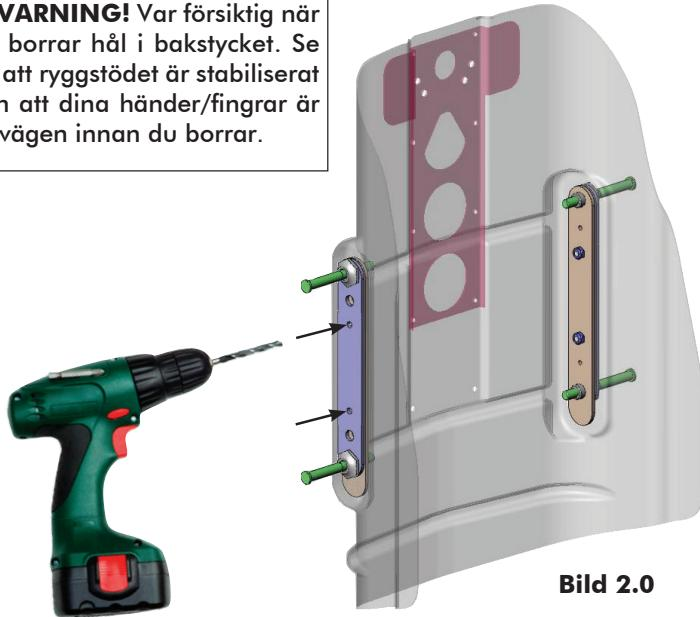

Bild 2.0
4. Använd de innersta hålen på förstärkningsplattan som mall (se **bild 2.0** nedan) och borra två pilothål genom bakstycket och förstärkningsplattan i metall. (3 mm (1/8") borrhöjd krävs)